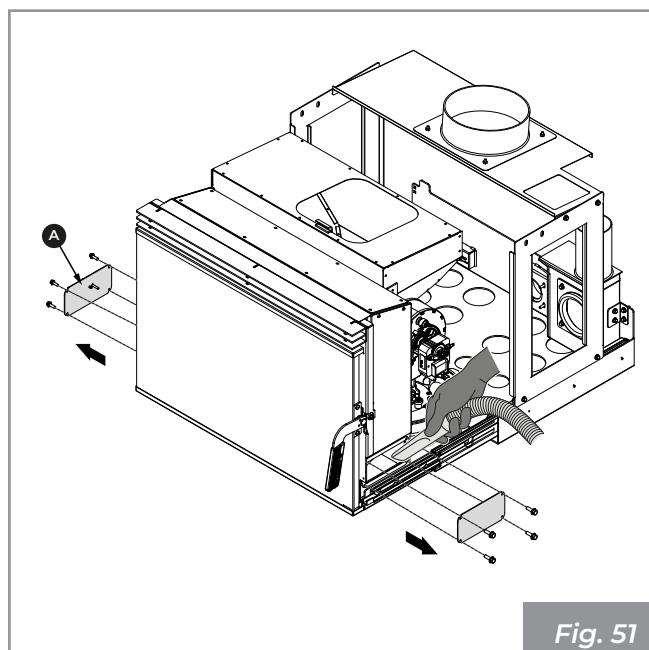

Fig. 51
- Rimuovere le viti ( **A** ) ed estrarre il pannello ( **Fig.51** ).
- Rimuovere le viti e i coperchi ( **A** ), rimuovere i coperchi per accedere ai collettori ( **Fig. 51** )